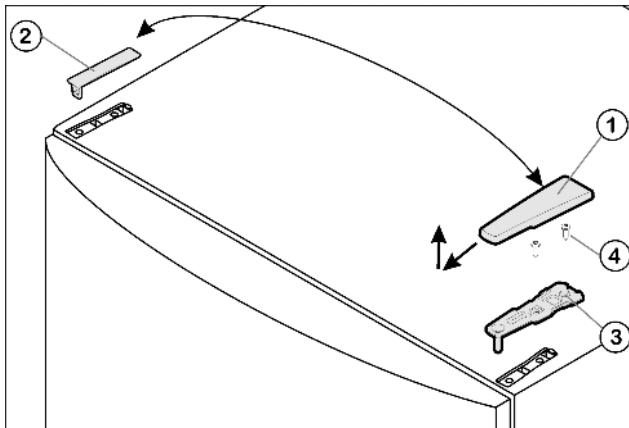

Fig. 4
- ▶ Потяните крышку Fig. 4 (1) вперед и вверх.
- ▶ Снимите крышку Fig. 4 (2).
- ▶ Открутите верхний опорный кронштейн Fig. 4 (3) (2 шт. Torx® 25) Fig. 4 (4) и вытяните вверх.
- ▶ Установите верхний опорный кронштейн Fig. 4 (3) на новой стороне шарнира и защелкните в дверце.
- ▶ Привинтите верхний опорный кронштейн (с моментом 4 Нм) (2 шт. Torx® 25) Fig. 4 (4). При необходимости проделайте отверстия или используйте аккумуляторную отвертку.
- ▶ Наденьте и защелкните крышку Fig. 4 (1) и крышку Fig. 4 (2) на противоположной стороне снаружи.